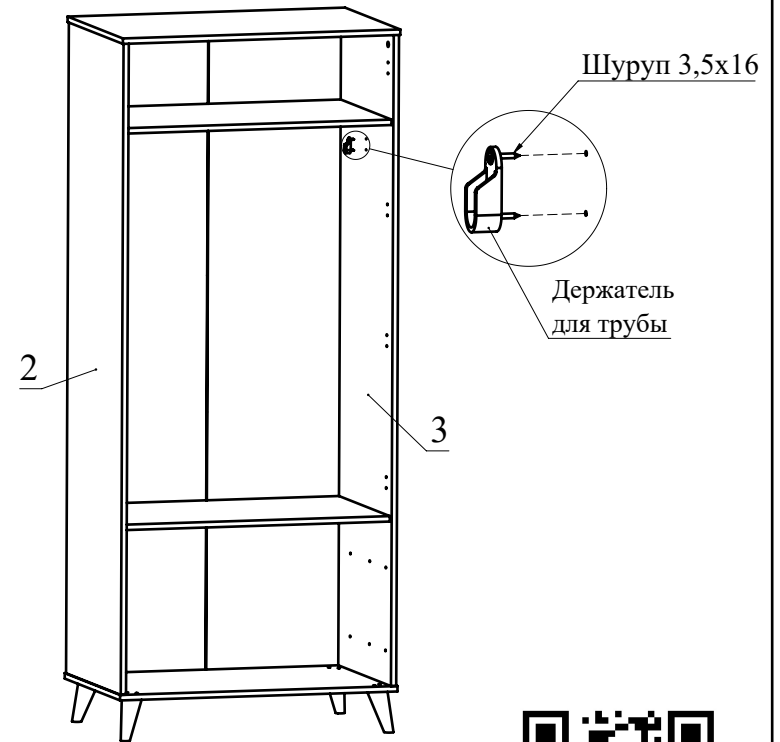

Рис.8
8. При помощи шурупов 3,5х16 прикрутите держатели для трубы (Рис. 8). В держатели для трубы установите трубу овальную.